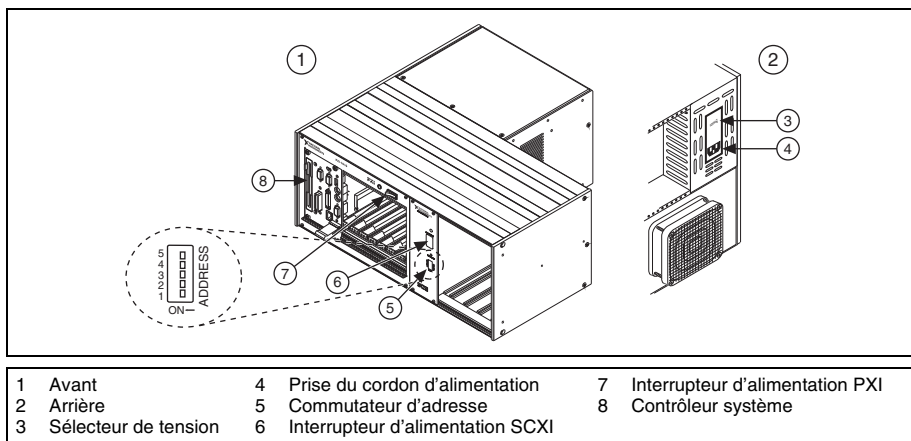

Figure 4. Configuration du châssis combiné PXI/SCXI
2. Définissez la position des commutateurs d'adresse SCXI pour l'adresse désirée. Sur la figure 4, tous les interrupteurs sont en position Off.